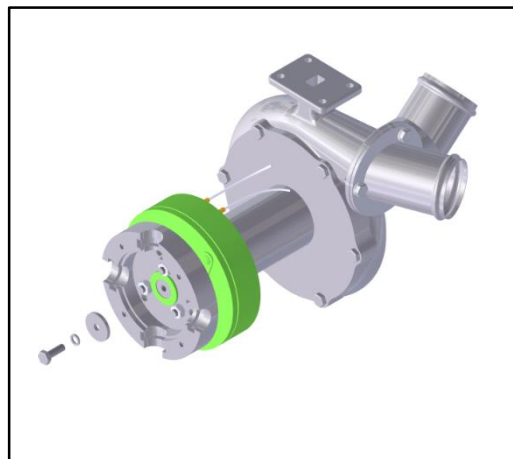

Figura 08: retirada da arruela de segurança.
- c) Mantendo o eixo travado, retire a arruela de segurança da ponta do eixo (figura 08).